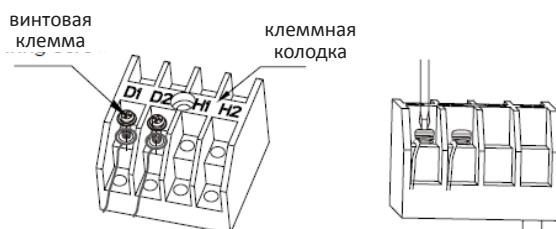

Рис. 5.3.1
- (1) Отсоединить крышку электрической секции..
- (2) Пропустить коммуникационный кабель через вводы.
- (3) Подключить коммуникационный кабель к контактам D1 и D2 четырехконтактной колодки внутреннего блока, см. рис. 5.3.1.